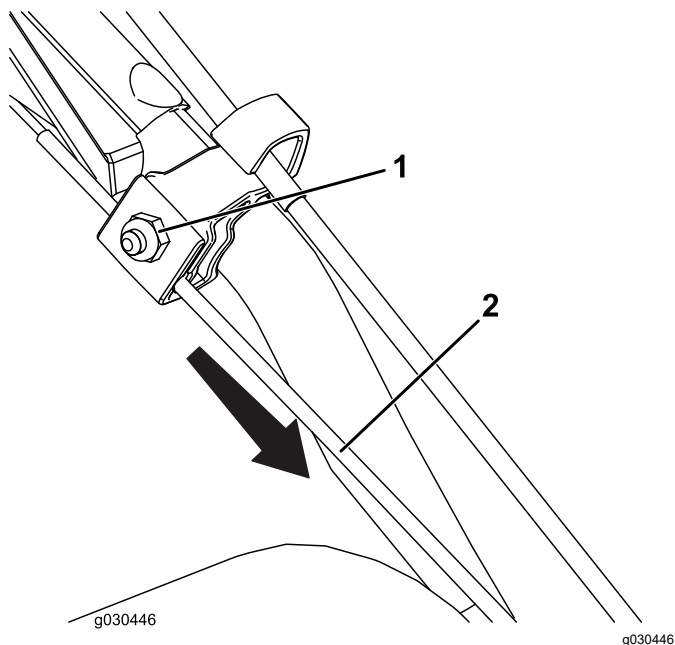

Figura 27
1. Allentate il dado sul serrafilo per cavi superiore ma non rimuovetelo (Figura 27).
2. Tirate il cavo verso il basso e rimuovete gran parte dell'allentamento nel cavo (Figura 27).
3. Serrate il dado (Figura 27).